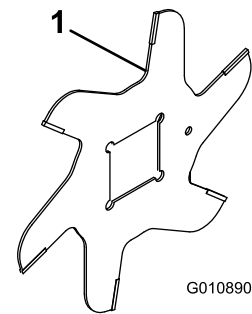

Figura 18
1. Monte una cuchilla en el molinete (Figura 18).
4. Instale la cuchilla siguiente girándola en sentido horario hasta que el taladro de posicionamiento (Figura 18) quede desplazado 90 grados en el eje respecto al taladro de la primera cuchilla.